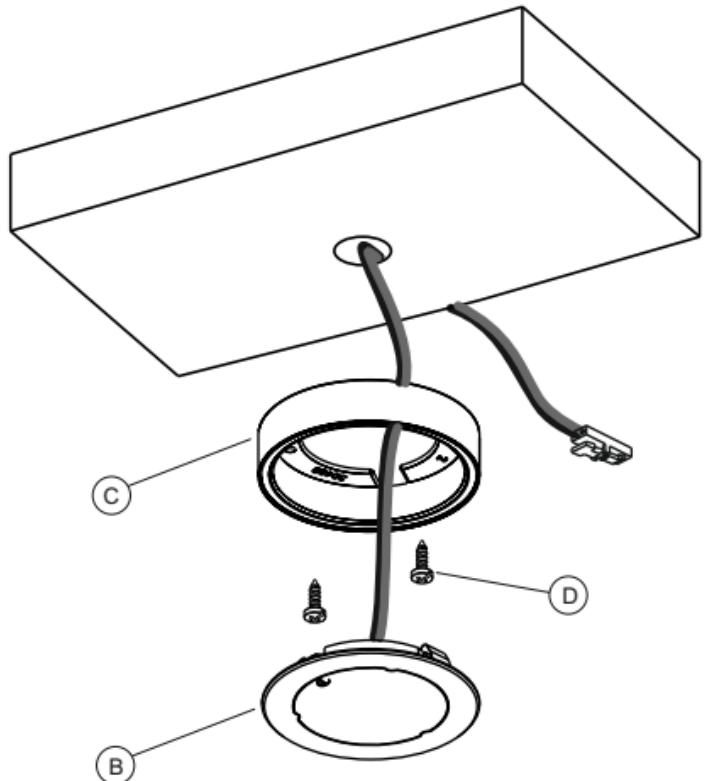

Fig 5
applying light pressure until it is completely fitted as illustrated in figure 5.
- Die Kunststoffhalterung (C) mit den im Lieferumfang enthaltenen Schrauben (D) an der Montagefläche fixieren. Den Strahler (B) in die Kunststoffhalterung einsetzen, bis dieser komplett einrastet (siehe Abb. 5).
légère pression jusqu'à l'encastrement complet, comme indiqué sur la figure 5.